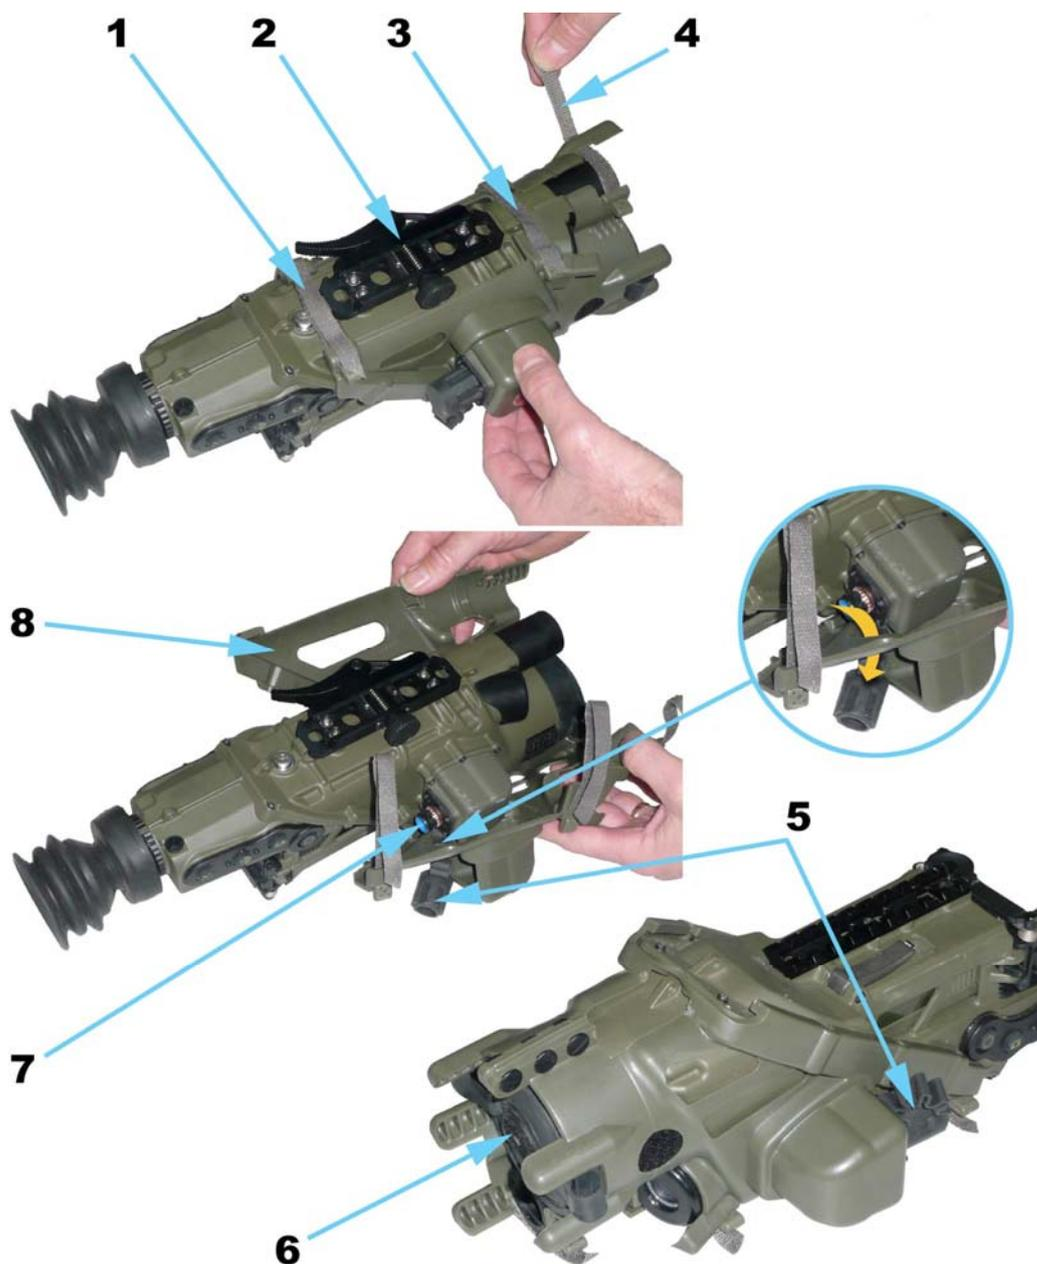

Fig. 1 : Dépose/pose de la GAP
<p>1. DÉPOSE DE LA GAINÉ AMOVIBLE DE PROTECTION (GAP) (CF FIG. 1)</p> <ul style="list-style-type: none"> – Poser la lunette sur une surface plane, l'interface fixation (2) vers le haut. – Détacher les trois brides auto-agrippantes (1, 3 et 4). – Retirer le bouchon (5) du connecteur (7). – Ouvrir doucement la GAP (8) et passer le bouchon (5) du connecteur (7) par l'ouverture de la GAP. – Retirer la lunette de la GAP. – Replacer le bouchon (5) du connecteur (7). – Vérifier que le cache optique (6) est toujours en place. <p>2. POSE DE LA GAINÉ AMOVIBLE DE PROTECTION (GAP) (CF. FIG. 1)</p> <ul style="list-style-type: none"> – Ouvrir la GAP (8). – Placer la lunette dans la GAP, l'interface fixation (2) vers le haut. – Passer le bouchon (5) du connecteur (7) dans l'ouverture de la GAP. – Rabattre les deux parties de la GAP (8) sur la lunette. – Fixer dans l'ordre suivant les trois brides auto-agrippantes (3), (4) et (1). – Ajuster la GAP sur la lunette puis serrer les trois brides de fixation (1, 3 et 4), bien rabattre la partie agrippante de la bride sur l'autre partie afin de ne pas laisser de brins libres. – Vérifier que le cache optique (6) peut être facilement retiré, puis replacer le sur l'optique.